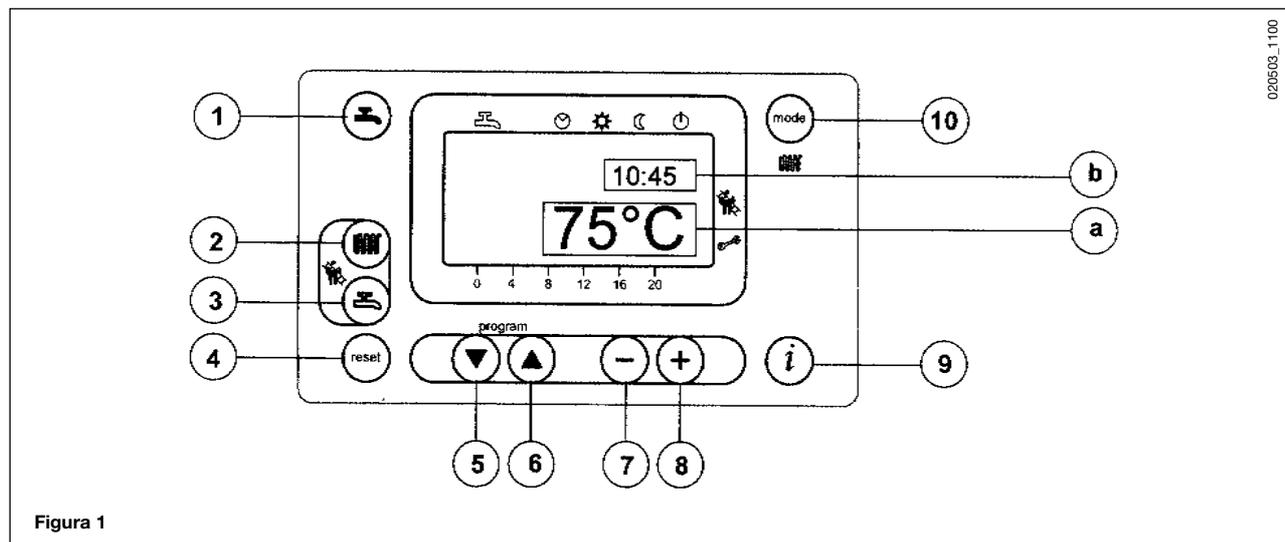

Figura 1
- Premere il tasto (🚿) (2- figura 1) per impostare la temperatura dell'acqua di riscaldamento;
- premere uno dei due tasti (🔄) (mode) (1 o 10 - figura 1) per memorizzare e ritornare al menù principale.
**N.B** – Con sonda esterna collegata, mediante il tasto (🚿) (2 – figura 1) è possibile effettuare la traslazione della curva di riscaldamento. Premere i tasti (-) (+) per diminuire o aumentare la temperatura ambiente del locale da riscaldare.
- Premere il tasto (🚿) (3- figura 1) per impostare la temperatura massima dell'acqua sanitaria;
Sul display principale (figura 1 a) compaiono le segnalazioni di anomalia assieme al simbolo  (figura 4).
Sul display secondario (figura 1 b) compaiono le segnalazioni di anomalia e l'ora che si alternano lampeggiando (figura 4.1). Non è possibile resettare le segnalazioni di anomalia che compaiono sul display secondario in quanto deve essere prima rimossa la causa che ne ha provocato la segnalazione.